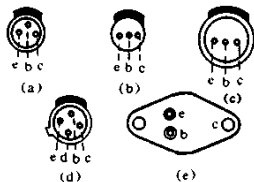

图 2-1-5 三极管管脚排列
(1) 三极管三个管脚, 排成等腰三角形, 如图 2-1-5 (a) 所示。将管脚朝上, 三角形距离较宽的一边(底边)朝内(自己身体), 顶点朝外, 则左边便是发射极 e, 中间的是基极 b, 右边的是集电极 c。
(2) 三极管脚排成一条直线, 其中有 1 根管脚较短, 有的三极管还标有色点, 短的这根就是集电极, 中间的是基极, 另一根是发射极, 如图 2-1-5 (b) 所示。
(3) 三极管脚排成一直线, 其中有两根距离很近, 一般中间的是基极, 靠近基极的是发射极, 另一根是集电极, 如图 2-1-5 (c) 所示。
(4) 有的管子有四根管脚, 排成等距离的正方形, 而在管帽上有一突起标志。从标志开始按顺时针方向转, 第一个脚为发射极 e, 第二个脚为基极 b, 第三个脚为集电极 c, 第四个与管壳相连, 为接地极 d, 如图 2-1-5 (d) 所示。
(5) 大功率三极管的管脚排列一般如图 2-1-5 (e)